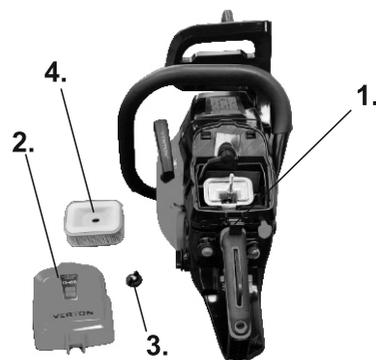

Рис. 20 Обслуживание воздушного фильтра
1. Открутите барашковую гайку 2 и снимите крышку воздушного фильтра 1 (Рис. 20).
2. Снимите фильтрующий элемент 2 с корпуса 5 (Рис. 20).